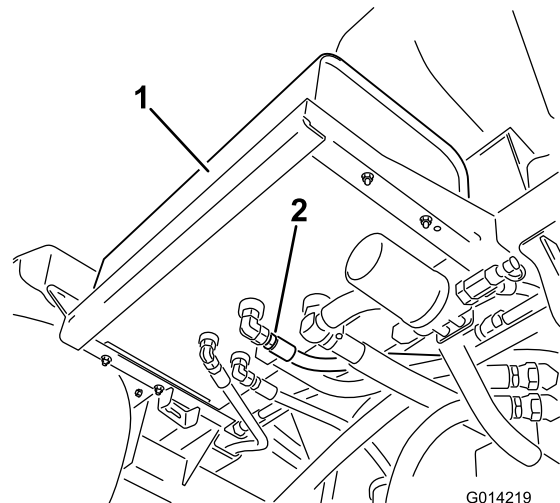

Figura 62
2. Limpe a área em redor do encaixe do tubo hidráulico na parte inferior do depósito de óleo hidráulico (Figura 62).
4. Retire o encaixe da tubagem do depósito, permitindo o escoamento do óleo para o recipiente (Figura 62).